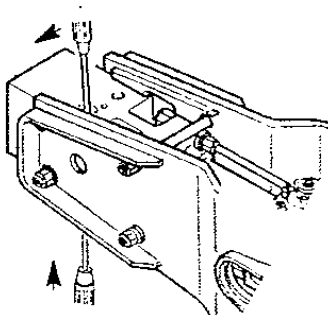

Рис. 5.57. Разблокирование блокировки пики молота
1. При помощи отвертки нажать на блокировку пики и придержать ее в нажатом положении (Рис. 5.57).